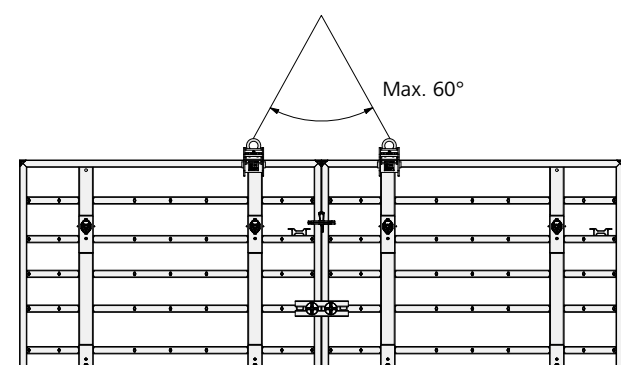

Fig. 28.5
- Sur panneaux debout, si possible par-dessus le montant intérieur (Fig. 28.5)